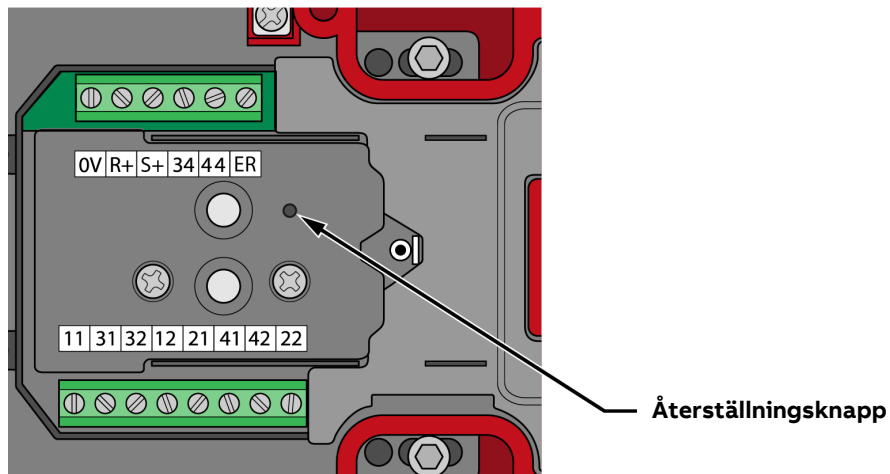

Bild 9: Återställningsknappen (locket borttaget)
4. Använd en 2 mm kontaktskruvmejsel för att hålla ner återställningsknappen i huset och slå PÅ (ON) strömmen (se bild 9).